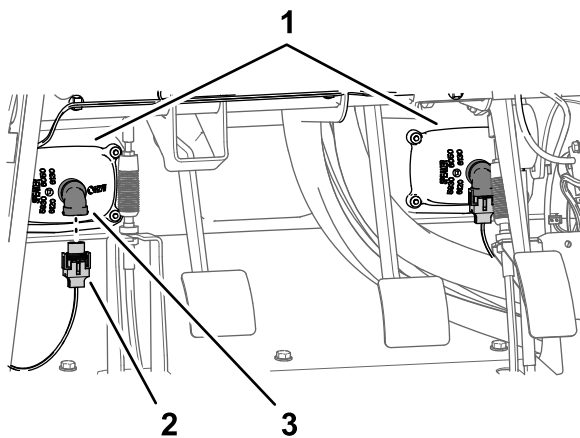

图12
1. 从左、右大灯的 2 针接头断开机器线束的 2 个电气接头 2 插槽 图12。